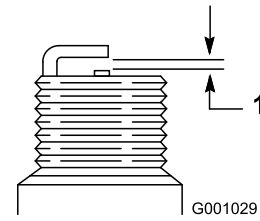

Figura 38
4. Setai spațiul dintre electrozi pe o nouă bujie la 0,76 mm conform (Figura 38).